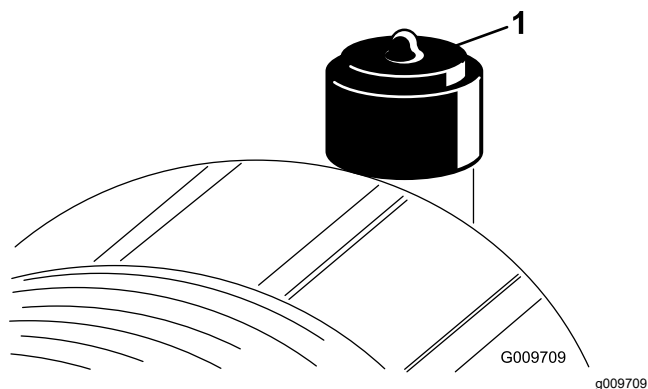

Figura 69
Effettuate la manutenzione del filtro dell'aria quando l'indicatore (Figura 69) lo richiede. Sostituendo il filtro dell'aria prima del necessario si aumenta il rischio che la morchia penetri nel motore quando si toglie il filtro.
6. Se la spia (Figura 69) è rossa, resettatela.